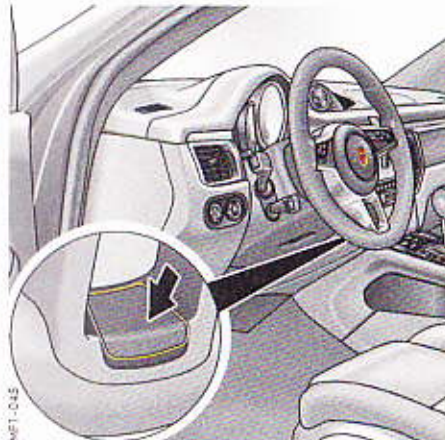

Fig. 318 : Touche de chauffage du volant
- ▶ Appuyez sur la touche sur la branche centrale du volant (Fig. 318), jusqu'à ce que l'écran multifonction affiche brièvement le message **Volant chauffant activé** ou **Volant chauffant désactivé**.